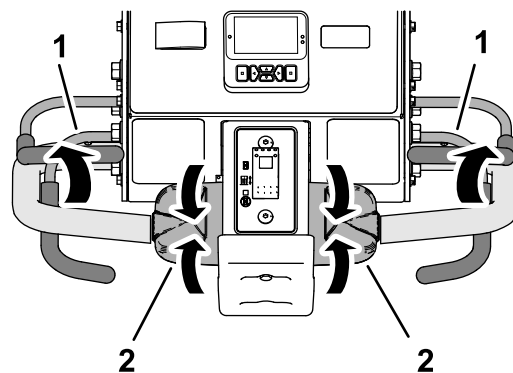

Figura 91
1. Solte o comando da tração e permita que este se desloque para a posição NEUTRAL (ponto-morto) (Figura 91).